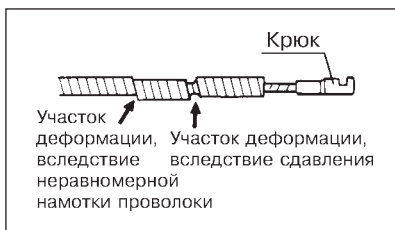

Рис. 1.
- (1) Убедитесь в отсутствии повреждений или деформаций на дистальном конце инструмента (см. рис. 1).
- (2) Произведите тщательное обследование кончиками пальцев всей поверхности вводимой части для выявления повреждённых участков, чрезмерных перегибов и других дефектов.